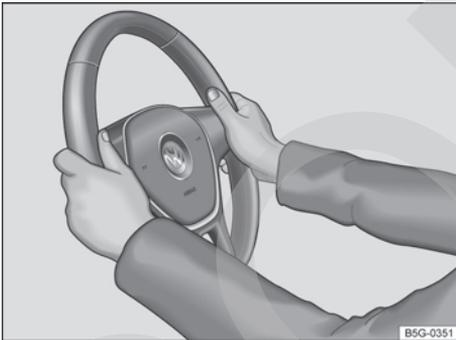

Fig. 76 En el volante: posición equivalente a las 9 y las 3 horas.
- Ajuste el volante de forma que pueda sujetarlo con las dos manos por los lados, por su parte exterior, en la posición equivalente a las 9 y las 3 horas → fig. 76 con los brazos ligeramente flexionados.
- Con el fin de reducir el peligro de sufrir lesiones en caso de que se dispare el airbag frontal del conductor, durante la conducción sujete siempre el volante por los lados, por su parte exterior, con las dos manos en la posición equivalente a las 9 y las 3 horas → fig. 76.